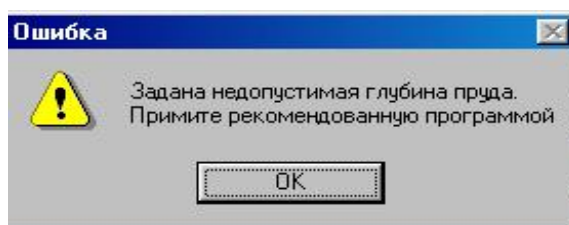

Рис. 13
- **Допустимая глубина пруда** – вводится в метрах. Назначается пользователем для случаев, когда подпор воды перед рассчитываемым сооружением не должен превышать эту величину, т.е. необходим расчет с учетом аккумуляции воды перед сооружением. Ввод допустимой глубины пруда возможен только тогда, когда он разрешен программой. При этом в процессе расчета следует выполнять указания программы, связанные с вводом этого параметра. При глубине пруда равной нулю аккумуляция учитываться не будет. Если глубина пруда больше допустимой при заданном расходе и объеме стока, то при выборе типа трубы последует сообщение (рис. 13).